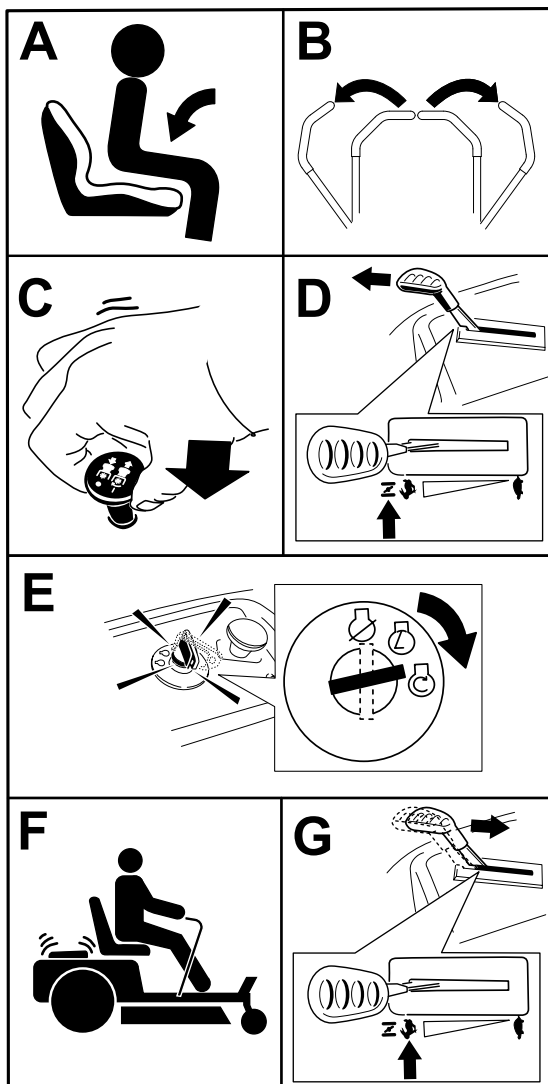

Bild 24
Hinweis: Zum Anlassen des Motors müssen Sie ggf. den Hebel gegen den Anschlag in der Choke-Stellung halten, während Sie den Motor anlassen (Bild 24).
1. Stellen Sie den Zapfwellenantriebsschalter in die AUS-Stellung, um die Messer auszukuppeln (Bild 24).